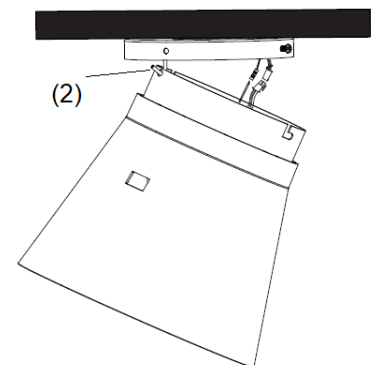

Fig. 4
- Soulever le ventilateur jusqu'au support de montage. Accrocher le ventilateur au crochet en J (2) du support de montage. (Fig.4)